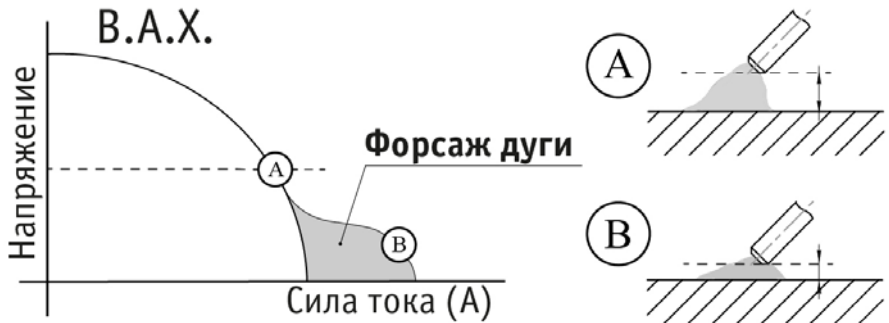

Рис. 6.4. Форсаж дуги.
| 8 | Регулятор форсажа дуги | См. рис. 6.4. |
Форсаж дуги: рекомендуется применять при сварке покрытыми электродами на малых токах. В процессе сварки происходит автоматическая регулировка силы сварочного тока, что уменьшает склонность к залипанию покрытого электрода к свариваемой детали (См. рис. 6.4).
7. Установите необходимое значение форсажа дуги (См. рис. 6.4).